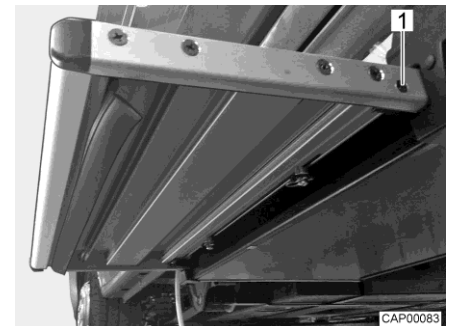

Fig. 108 Tope (escalón de entrada)
- Desenroscar un tornillo (Fig. 108,1) a cada lado del escalón de entrada. De este modo, el tope final del escalón de entrada estará separado.